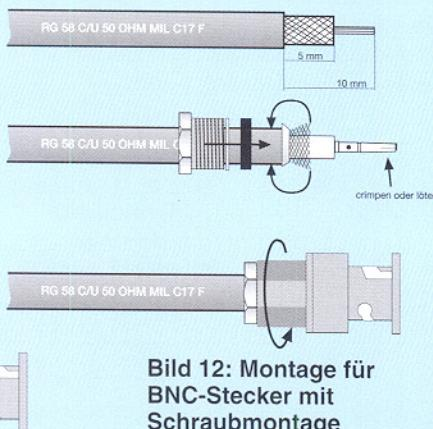

Bild 12: Montage für BNC-Stecker mit Schraubmontage
1. Aufschieben der Schraubhülse und der beiden Distanzscheiben (erst Metall, dann Gummi) und Abisolieren des Kabels (Abbildung 12).
2. Aufschieben des konisch zulaufenden Rings bis zur Isolierung und Aufspreizen sowie Umbiegen und Überstreifen des Abschirmgeflechts über den Kabelmantel (in Abbildung 12 zur besseren Anschaulichkeit noch nicht komplett nach hinten gelegt). Verlöten des Mittenkontakte auf dem Innenleiter.